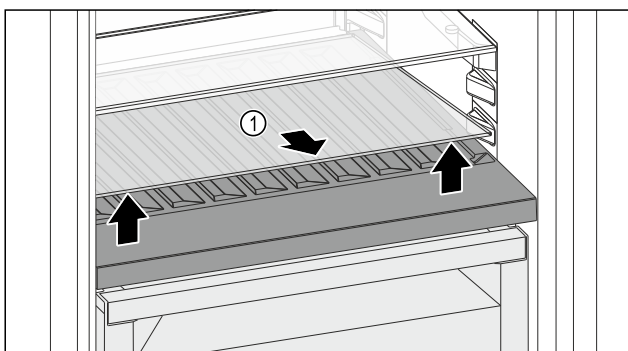

Fig. 164
- Ngrini lart përpara pllakën e xhamit Fig. 164 (1) te foleta dhe tërhiqeni jashtë.
- Ruani të sigurt pllakën e xhamit Fig. 164 (1) jashtë pajisjes.
- Vendoseni pllakën e xhamit (2) nën raftin mbajtës të ndryshueshëm të shisheve.